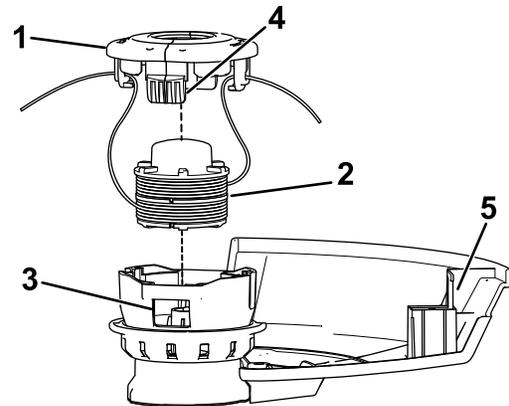

Figura 16
2. Presione la pestaña lateral del retén del carrete (Figura 16).